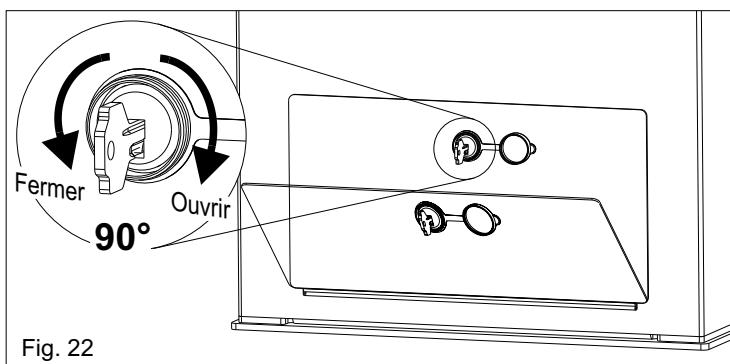

Fig. 22
- Ouvrir le couvercle de la serrure, insérer la clef et la tourner dans le sens des aiguilles d'une montre de 90° (Fig. 22).
- Remettre le couvercle et le fermer en tournant la clé de 90 ° dans le sens inverse des aiguilles d'une montre (fig. 22).